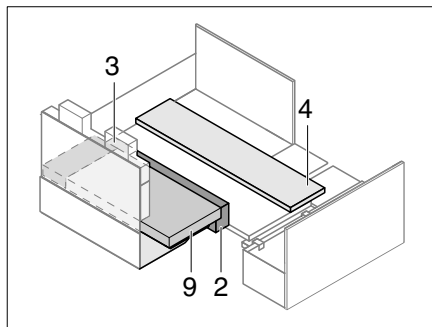

Fig. 238 Positionner le coussin supplémentaire
- Positionner le coussin supplémentaire (Fig. 238). Les coussins à insérer permettent d'obtenir l'espacement.
- Positionner le coussin supplémentaire (Fig. 238) L'écartement est déterminé par les coussins insérés.
- Insérer le coussin d'assise et les élargissements de siège. Placer le coussin de dossier (Fig. 238,9) sur le coussin supplémentaire.